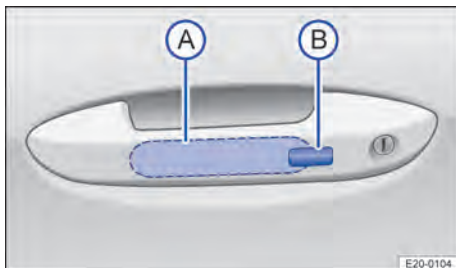

Abb. 60 Im Türgriff: Sensorflächen.
1. Sensorfläche → **Abb. 60 A** an der Innenseite des Türgriffs berühren.
2. Sensorfläche → Abb. 60  an der Außenseite des Türgriffs berühren.
2. Innerhalb von 5 Sekunden den Sensor an der Außenseite des Türgriffs einmal berühren → Abb. 60 . Dabei nicht in den Türgriff greifen.
1. Finger einige Sekunden auf die Sensorfläche des Fahrer- oder Beifahrertürgriffs halten → Abb. 60.